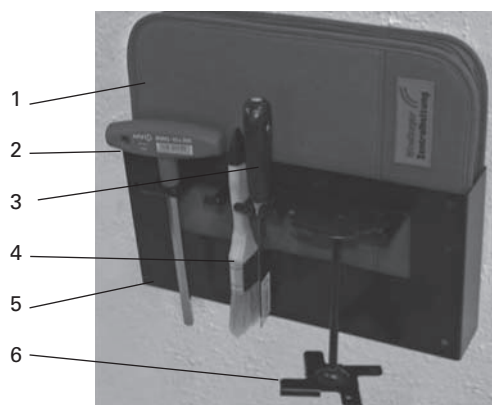

Fig. 63 Fascicolo delle istruzioni, attrezzi di pulizia e di servizio con consolle a muro
- Montare a muro su una parete del locale caldaia / locale di installazione la consolle pensile con il fascicolo delle istruzioni e gli attrezzi di pulizia e di servizio - Fig. 63.